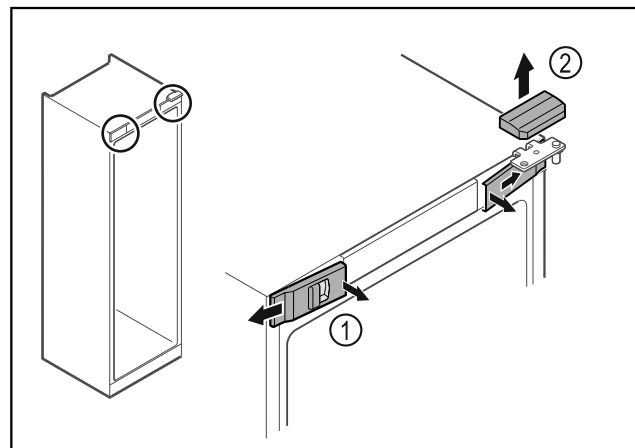

Fig. 14
- ▶ Vordere Abdeckungen Fig. 14 (1) innen ausrasten und zur Seite abnehmen.
- ▶ Obere Abdeckung Fig. 14 (2) nach oben abnehmen.